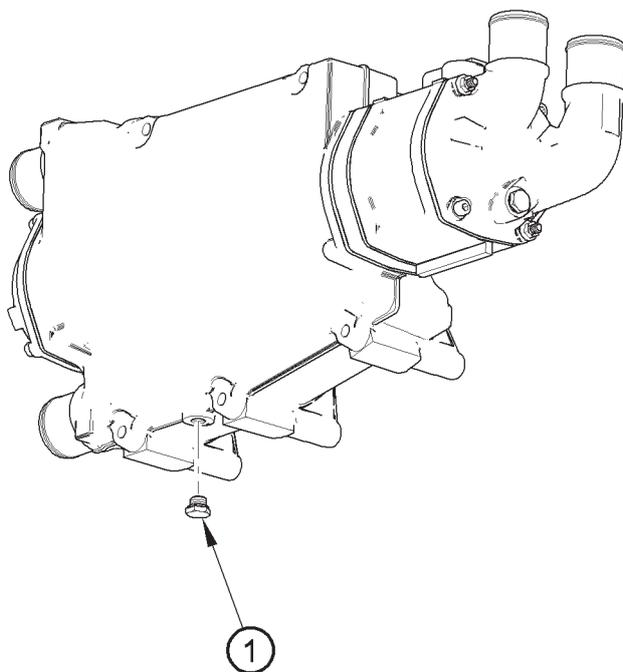

Figura 3
2. Rimuovere il tappo di scarico (figura 3 voce 1) dallo scambiatore di calore.